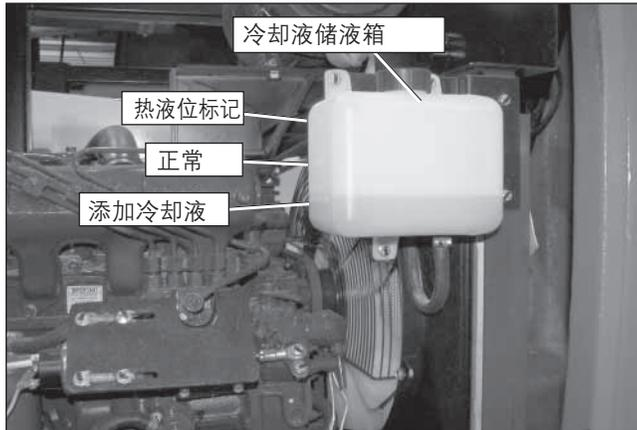

图 7.3 – 冷却液储液箱
- 发动机冷却后，冷却液液位应在冷却液储液箱上热和冷标记之间(请参见图 7.3)。